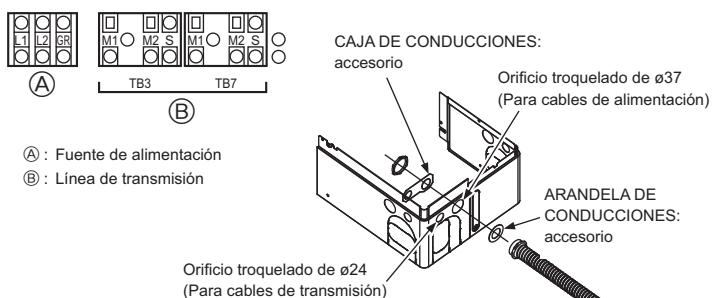

Fig. 6-1
② Controlador remoto MA
6.2. Caja de control y posición de conexión de los cables (Fig. 6-1)